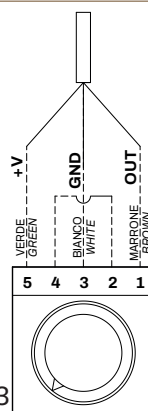

Abb. 3
5. Nehmen Sie die elektrischen Anschlüsse an die Steuertafel vor (Abb. 3).
4. Befestigen Sie die Montageplatte mit den Schrauben (Abb. 3) oder dem mitgelieferten doppelseitigen Klebeband.